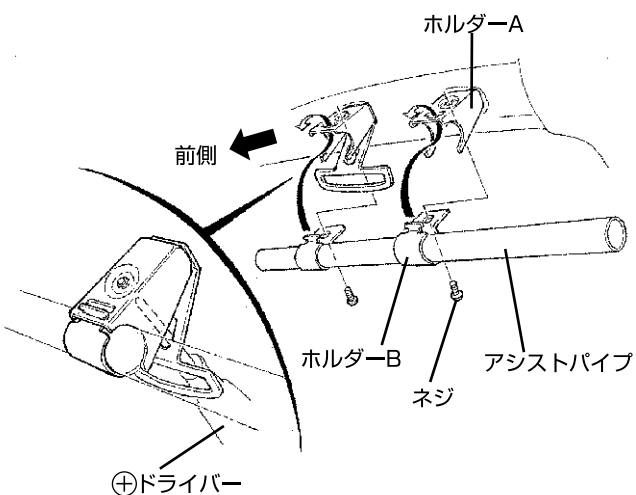

図8
- 3) 図8のように、ホルダーAにアシストパイプを仮止めする。